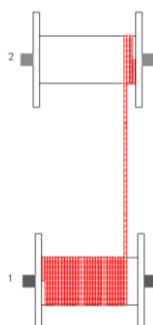

Figura 12 - Transferência de cabo da bobina 1 para bobina 2
- Transferir para a bobina 2 (vazia) a metade do comprimento do cabo disponível na bobina 1, cuidando para que o cabo mantenha o mesmo sentido de transferência e tensão de torção (Ver Figura 12).